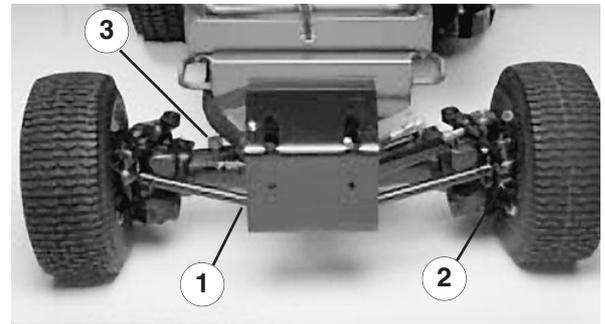

Bild 7
- Entfernen Sie die Prüfschrauben aus der Achse und stellen sicher, dass der Schmierstoff die Unterseite aller Löcher erreicht. Entfernen Sie bei niedrigem Ölstand die Ölfüllschrauben und füllen Sie genug Öl ein, um den Stand bis an die Unterseite der Löcher anzuheben (Bild 7).